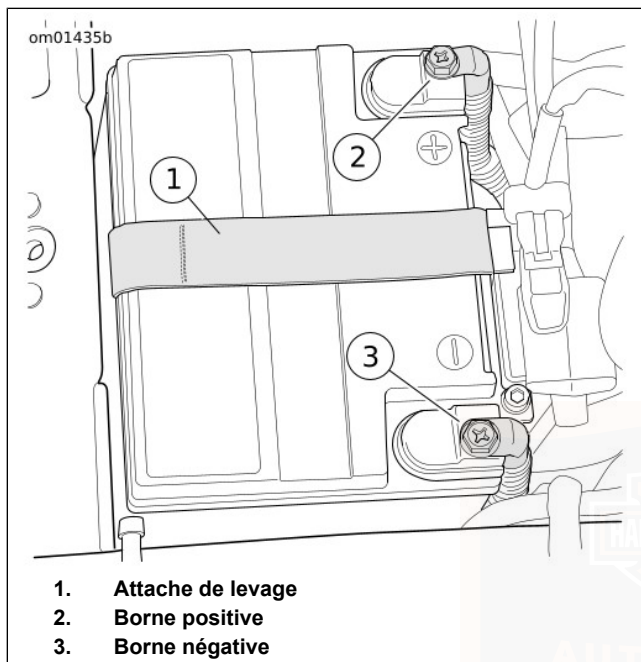

Figure 62. Compartiment de batterie
10. Voir Figure 62 . Déconnecter les deux câbles de la batterie, en commençant par le câble négatif.
3. Voir Figure 62 . Placer la batterie dans le plateau de batterie, bornes orientées vers l'avant.